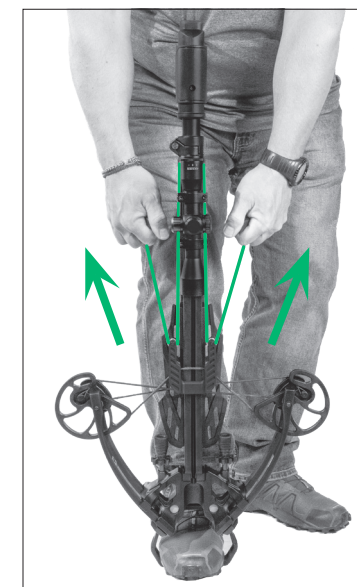

FIGURE 17
est saisie par le loquet de détente, et le cran de sûreté passe automatiquement de la position (F) (DÉGAGÉE) à la position (S) (ENCLENCHÉE). Voir les figures 17 et 18.
**AVERTISSEMENT :** NE PLACEZ JAMAIS UNE PARTIE DU CORPS (Y COMPRIS LES MAINS OU LES DOIGTS) DANS LA TRAJECTOIRE DE LA CORDE D'ARC OU DES CÂBLES. EN TOUT TEMPS, GARDEZ LA MAIN AVANT SUR LE GARDE-MAIN DE LA CROSSE, SOUS LA TRAJECTOIRE DE LA CORDE ET DES CÂBLES (VOIR LA FIGURE 17). LE NON-RESPECT DE CET AVERTISSEMENT PEUT CAUSER DES BLESSURES GRAVES OU LA MORT.